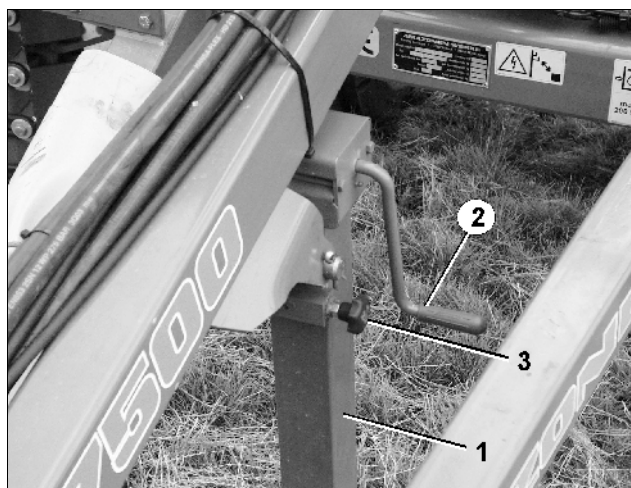

Fig. 18
Sett støttefoten (Fig. 18/1) i transportstilling:
- Sveiv opp støttefoten med sveiva (Fig. 18/2),
- trekk i bolten (Fig. 18/3),